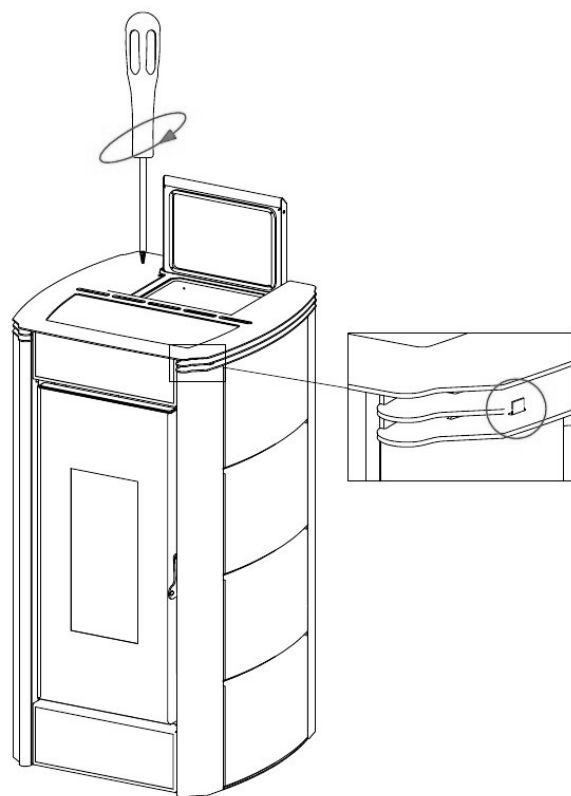

Fig. 37 - Het deksel plaatsen
- Het deksel opnieuw op de tanden plaatsen (zie **Fig. 37**).